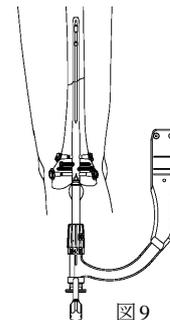

図 9
- 3) ショートネイルの手技に従いネイル及び遠位部スクリューを挿入します。(図 9)